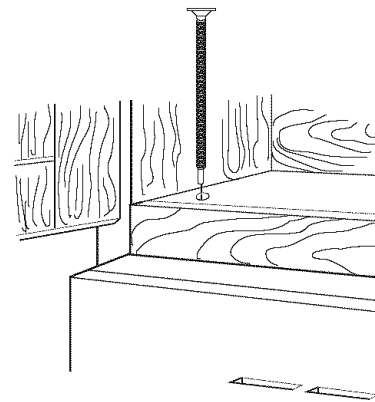

Figure 31
3. Insérer un boulon dans chaque trou dans le fond de l'armoire. Voir la Figure 31.